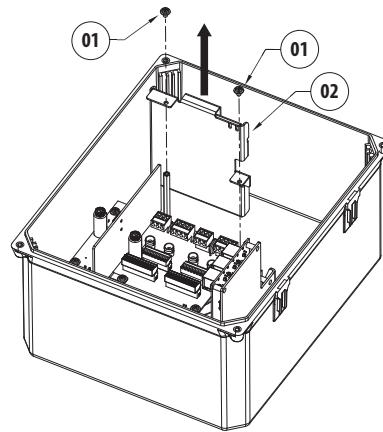

Fig. 16
Rimuovere le viti (01) ed estrarre lo splice tray (02) (Fig. 16, pagina 16).